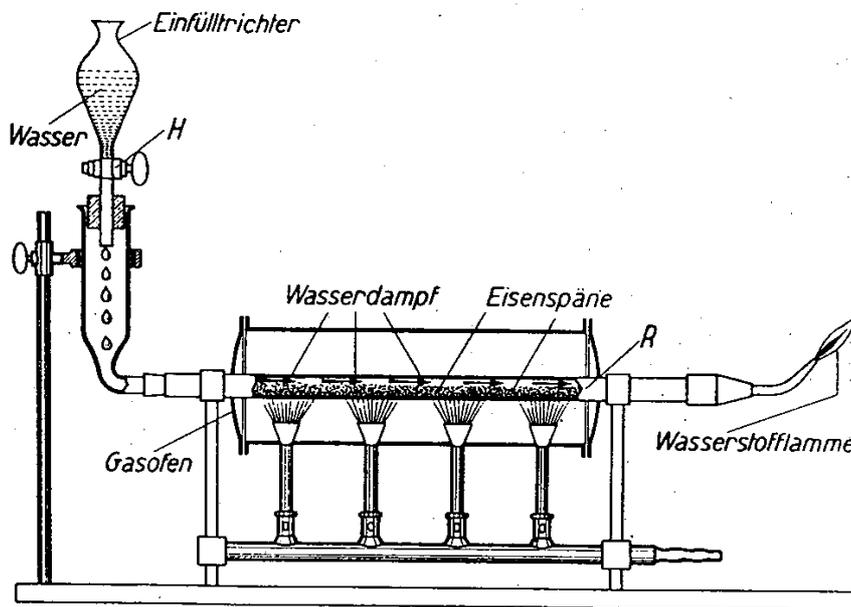

Bild 6. Nachweis des Wasserstoffes im Wasser
a) In einem eisernen Rohr R (Bild 6) liegen Eisenspäne. Das Rohr wird so lange erhitzt (+ 1100 °C), bis die Eisenspäne glühen. Jetzt wird der Trichterhahn H einen Augenblick geöffnet, so daß Wasser in das glühende Rohr gelangt. Das eintretende Wasser verdampft sofort und wird auf über 1000 °C erhitzt. Bei dieser Temperatur zerfällt der hocherhitzte Wasserdampf in seine Bestandteile Wasserstoff und Sauerstoff. Der Sauerstoff wird von den im Rohr liegenden glühenden Eisenspänen gebunden und aus der Rohrmündung strömt Wasserstoff, ein Gas, das mit schwach gelblicher Flamme verbrennt. Hält man einen Platindraht in die Flamme, so wird er weißglühend, ein Zeichen für die beträchtliche Wärme, die bei der Wasserstoffverbrennung frei wird (Verbrennungstemperatur + 2650 °C).